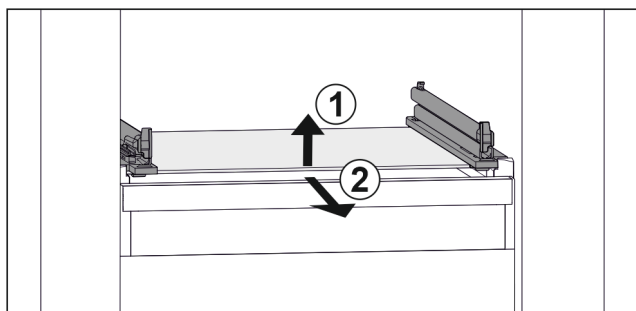

Fig. 53 Příklad znázornění skleněné desky
- Nadzvedněte skleněnou desku vpředu. Fig. 53 (1)
- Vyjměte skleněnou desku dopředu. Fig. 53 (2)